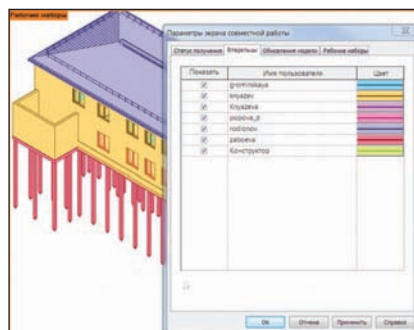

Рис. 35
- **Владельцы** — отображение владельцев элементов (рис. 35);